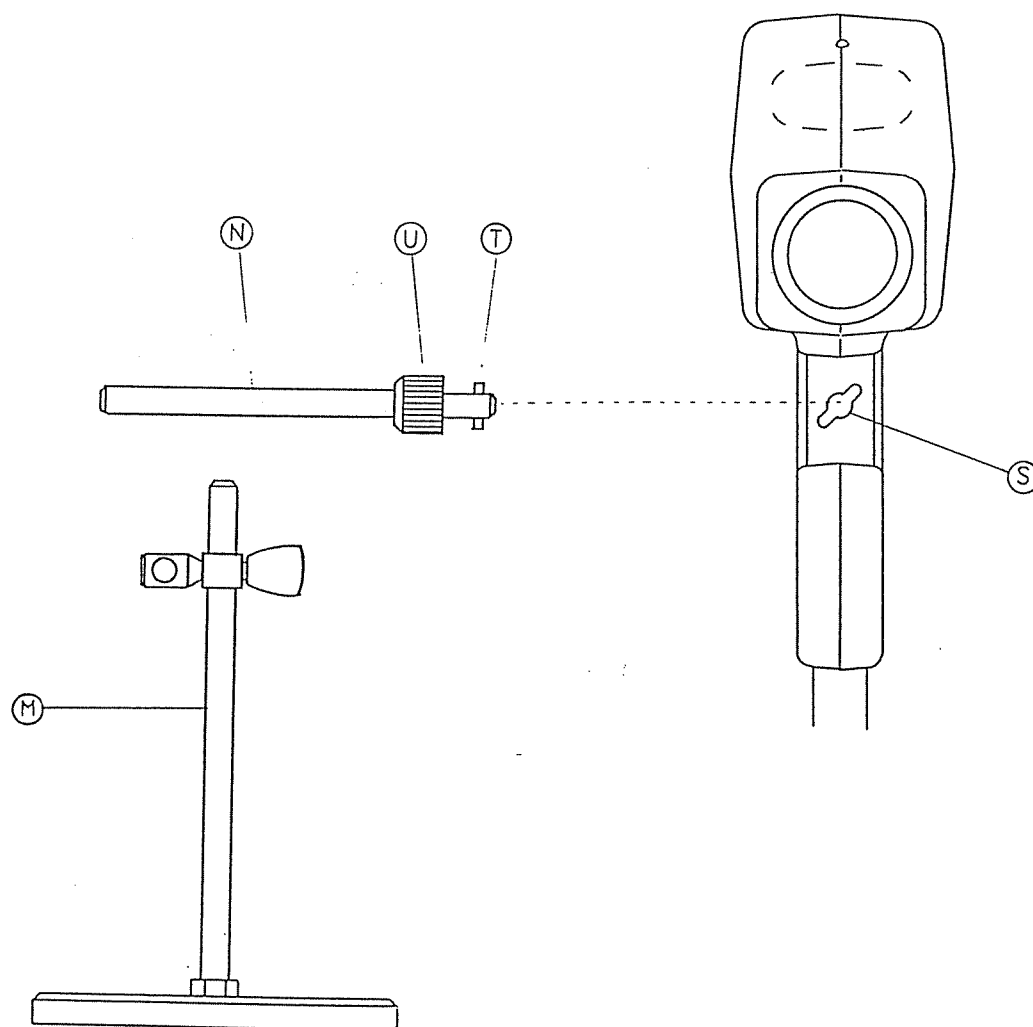

図2
- (1) ブローブスタンドを使用する場合は、図2のように放電ガン取付け金具TをSの穴に差込みTの部分でSの裏側の溝に当てがい、①を右に回して取付けます。この時、トリガー・スイッチ②または③はONの状態になります。
- (2) ブローブスタンドMに放電ガン取付け金具Nを取付けます。
- (3) ブローブスタンドを使用する場合は、トリガー・スイッチ②または③はON状態となるため、操作は本体のレディー・スイッチ⑦とリセット・スイッチ⑧で放電のON/OFFを行います。